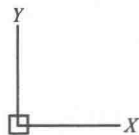

图 1-11 世界坐标系
(1)世界坐标系(WCS) AutoCAD 系统为用户提供了一个绝对的坐标系,即世界坐标系(WCS)。通常,AutoCAD 构造新图形时将自动使用 WCS。虽然 WCS 不可更改,但可以从任意角度、任意方向来观察或旋转。在 WCS 中,原点是图形左下角 X 轴和 Y 轴的交点(0,0), X 轴为水平轴, Y 轴为垂直轴, Z 轴垂直于 XY 平面,指向显示屏的外面。如图 1-11 所示。